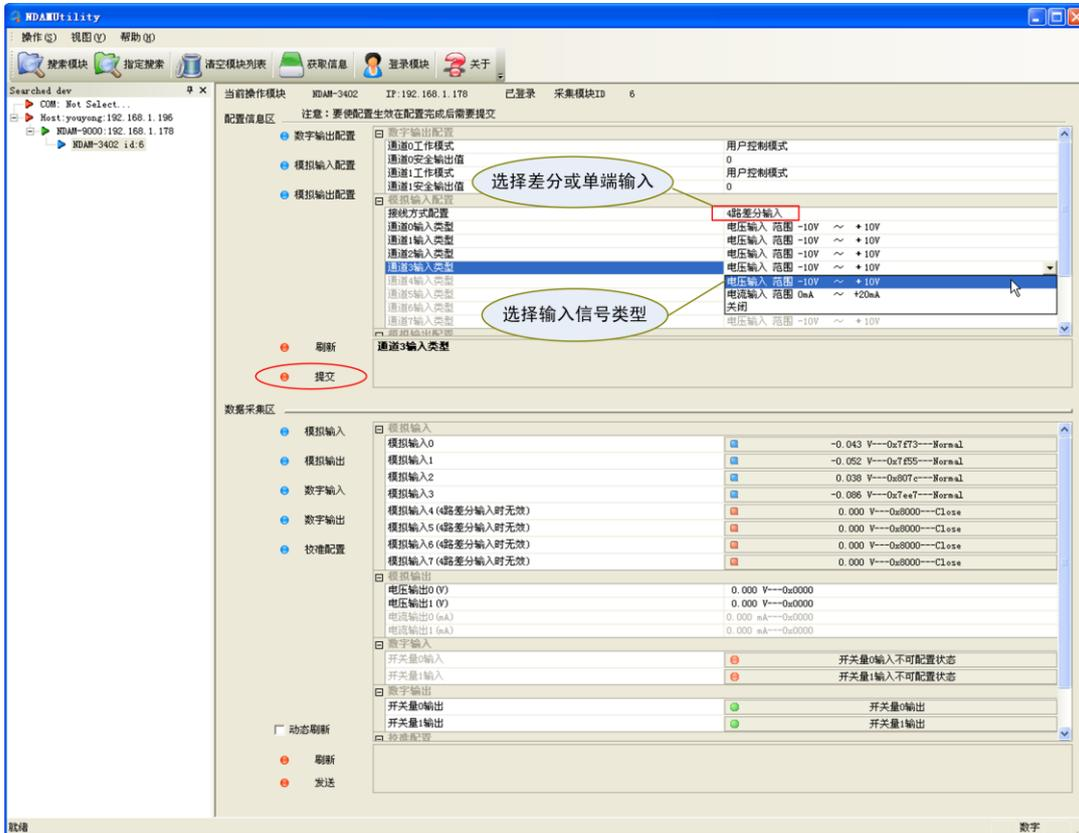

图 4.6 模拟量输入配置窗口操作
5) NDAM-3402 模块配置为 4 路模拟量差分输入通道或 8 路单端模拟量输入通道，可独立配置通道的输入信号类型：±10v 电压输入或 ±20mA 电流输入。使用模拟输入功能之前，须先根据需要设置好模块的配置信息。配置界面如图 4.6 所示。根据实际要测量信号的类型选中各通道的配置类型，然后点击“提交”。